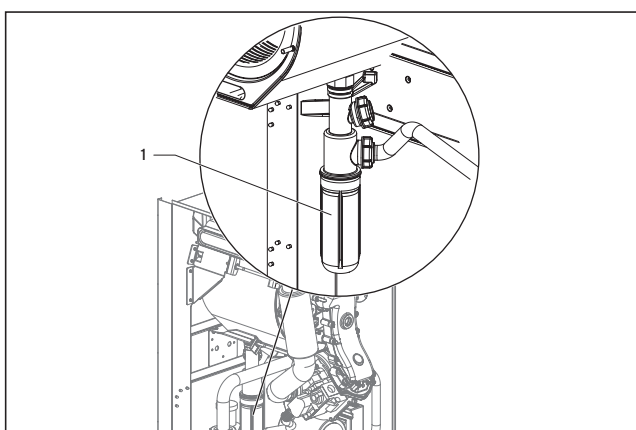

Fig. 5.2 Riempimento del sifone
- Svitare la parte inferiore (1) del sifone della condensa (fig. 5.2).